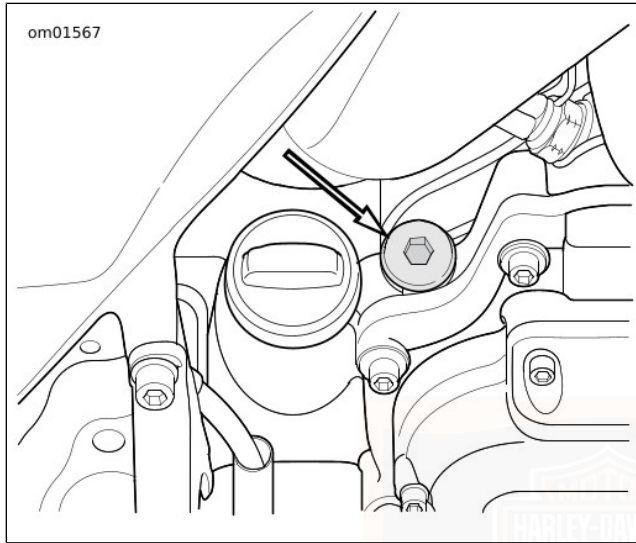

Abbildung 42. Lage des Getriebeölmessstabs
1. Siehe Abbildung 42. Ölmesstab für Getriebeschmiermittel entfernen. Den Ölmesstab sauber wischen.
1. Siehe Abbildung 42. Den Getriebeeinflüllverschlussstopfen/Ölmessstab entfernen.